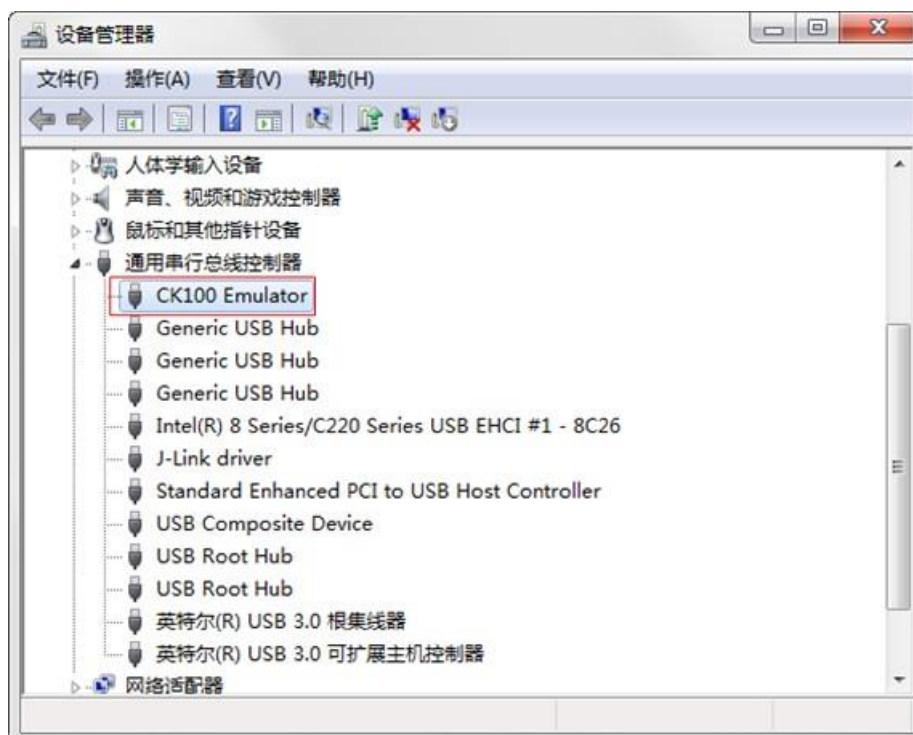

图 2.48 CK100 驱动安装成功
- (5) 安装结束后，可以在设备管理器中看到如图 2.48 所示的界面，表明驱动已经正确安装，CK100 可以正常使用。